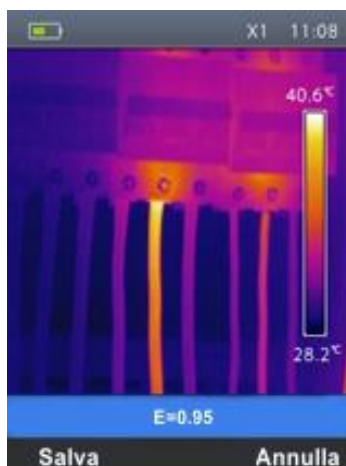

Fig. 29: Salvataggio immagine a display
3. Premere il tasto **T** (Trigger) per fissare l'immagine presente a display (vedere Fig. 29)